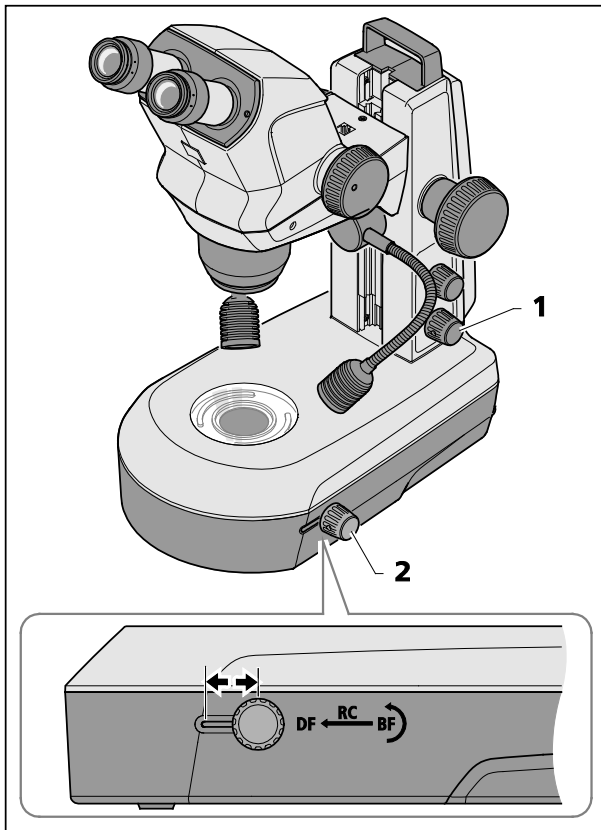

图 20 K LAB 镜臂型透视光单元
- 通过按压下方旋钮(图 20/1)打开透射光。
- 将旋钮/推钮(图 20/2)推到后端位置，来设置亮场 (BF)。
- 通过旋转旋钮/推钮(图 20/2)，切换透明或散射镜面以及调整倾斜角。
- 将旋钮/推钮(图 20/2)推到前端位置，切换到暗场照射 (DF)。
将旋钮/推钮(图 20/2)推到中间位置，并倾斜镜面从而产生斜射光效果 (RC)。